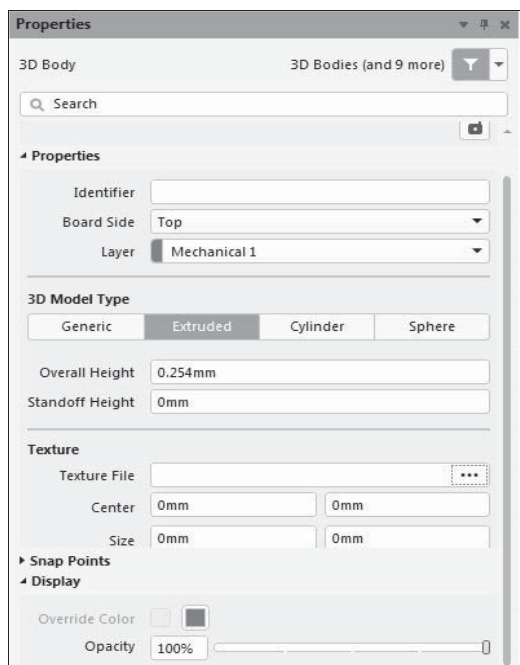

Рис. 2.31. Настройка параметров трехмерного тела компонента
3. Клавишей <Tab> открыть «горячее» редактирование: курсор на экране останавливается, и активизируется панель **Properties** в режиме **3D Body** — редактирования трехмерного тела (рис. 2.31).
В случае цилиндрической формы трехмерного тела следует указать в секции **3D Model Type** (см. рис. 2.31) тип **Cylinder** и назначить радиус цилиндра, его высоту и углы разворота цилиндра вокруг осей *X*, *Y* и *Z*. Параметру **Standoff Height** присвоить значение высоты основания цилиндра над/под поверхностью платы при вертикальном положении или высоты расположения оси цилиндра при горизонтальном положении.